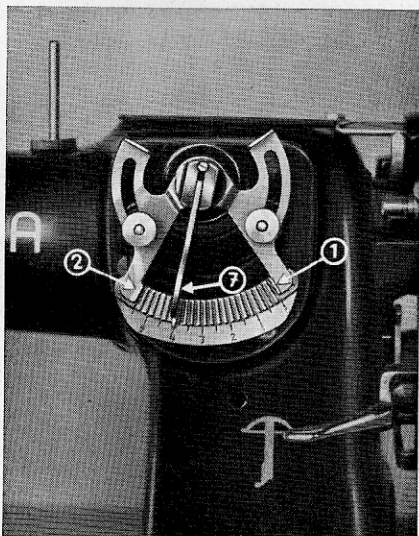

Fig. 17
- 4° Regelt de zigzag handel 7, fig. 10, volgens de breedte van het knoopsgat (normale breedte ongeveer $2\frac{1}{2}$). Zet deze handel vast, met de *rechtse* regelvijs n° 1 fig. 17.